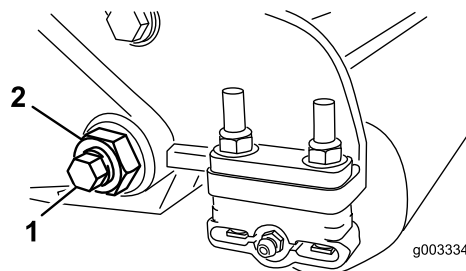
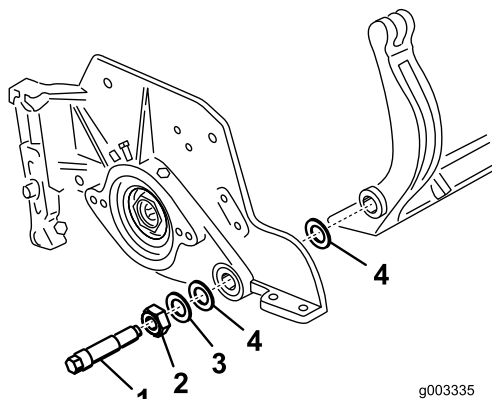

Figura 31
Figura 32
3. En cada lado de la máquina, afloje la contratuerca que fija el perno de la barra de asiento (Figura 31).
4. Retire todos los pernos de la barra de asiento, para poder tirar de la barra hacia abajo y retirarla de la máquina (Figura 31). Guarde las 2 arandelas de nylon y la arandela de acero troquelado de cada extremo de la barra de asiento (Figura 32).
4. Coloque una arandela de acero por fuera de cada arandela de nylon (Figura 32).
Apriete los pernos de la barra de asiento a entre 27 y 36 N·m. Apriete las contratuercas hasta que la arandela de acero exterior deje de girar, y la holgura quede eliminada, pero no apriete demasiado ni desvíe las chapas laterales. Las arandelas del interior pueden tener cierta holgura (Figura 32).